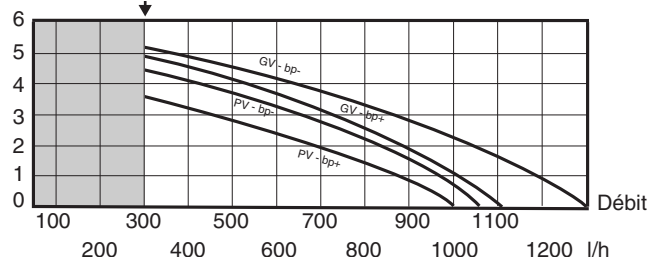

Abb. 16
- **PV**, (langsam), Kennlinien Abb. 16.